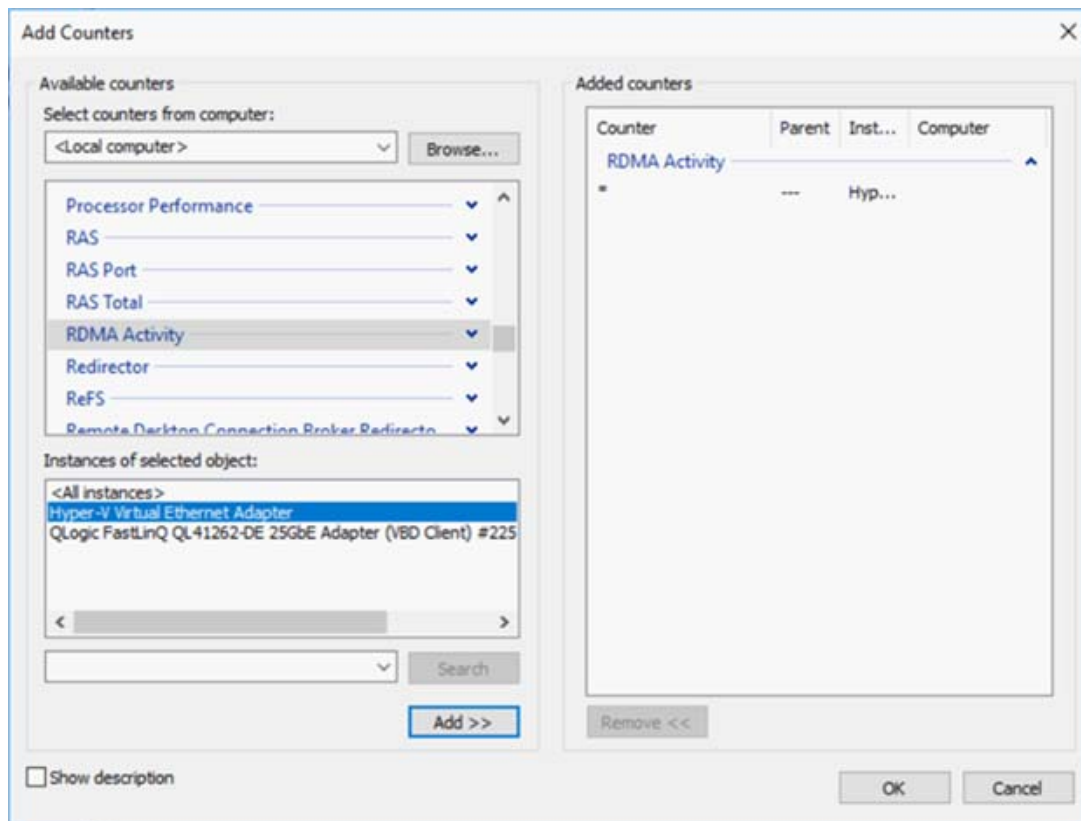

Figure 9-5. Boîte de dialogue Ajouter des compteurs
2. Complétez la boîte de dialogue Ajouter des compteurs (Figure 9-5) comme suit :